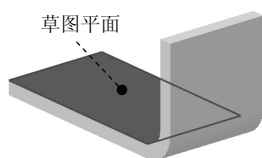
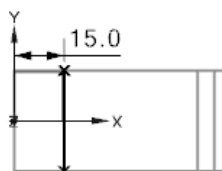

图 4.1.4 草图平面
图 4.1.5 绘制折弯线
Step3. 绘制折弯线。单击 按钮，系统弹出“创建草图”对话框；选取图 4.1.4 所示的模型表面为草图平面，取消选中 **设置** 区域的  **创建中间基准 CSYS** 复选框，单击 **确定** 按钮；绘制图 4.1.5 所示的折弯线，完成后退出草图环境。